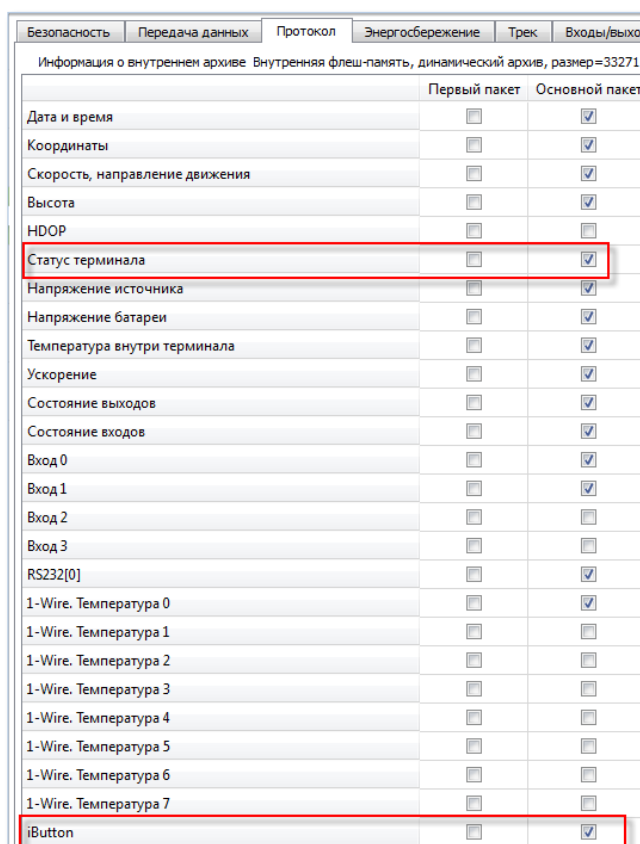

Рисунок 13. Настройки на вкладке «Протокол»
2. Установите в настройках основного пакета галочку в полях «Статус терминала», «iButton», «iButton2» (Рис. 13).